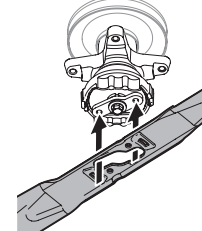

Figure 6
6. Alignez le trou au centre de la lame de déshiquetage XTREMEMC sur le dispositif de retenue en forme de S. Voir Figure 6.